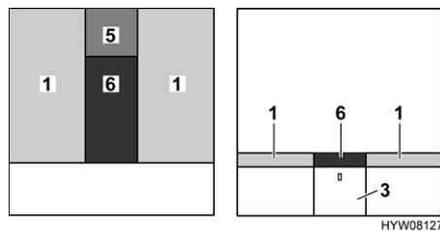

Bild 89 Nach dem Umbau
- Das Zusatzpolster (Bild 89,5) auf das Nachtschränkchen legen.
- Das Zusatzpolster (Bild 89,6) zwischen die Matratzen (Bild 89,1) legen.